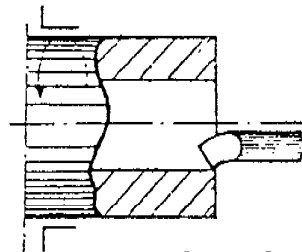

Figura 5
a. Haga la herramienta penetrar en el agujero y desplácela transversalmente, hasta que el filo tome en contacto con la pieza ( Figura 5 ).